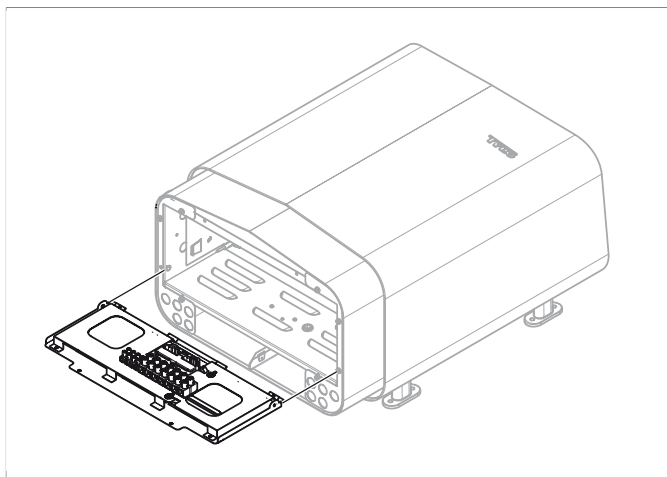

Рисунок 9: Снятие/крепление крышки
7. Снимите крышку, осторожно выкручивая из петли см. **Рисунок 9**, страница 4.
9. Закрепите заднюю крышку, если она была снята см. **Рисунок 9**, страница 4.